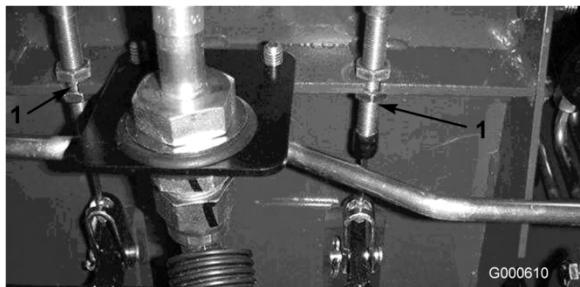

Figura 52
- A. Desaperte a porca dianteira na extremidade rosuada do cabo do travão (Figura 52).